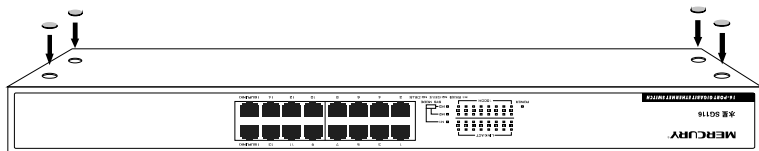

图3-1 脚垫安装示意图
2. 逐个揭去 4 个脚垫的胶面保护膜，分别粘贴在机壳底部 4 个角上的圆形凹槽中。如图 3-1 所示